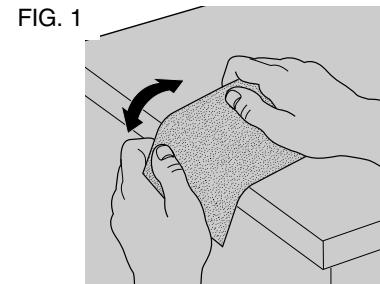

FIG. 1
- Soften the stiff sandpaper by pulling it over the 90° edge of a table or other straight edge, as shown in Figure 1. Concentrate on softening the edges to be clamped.
1. Ramollir le papier abrasif en le frottant contre un rebord à 90° d'une table ou de tout autre angle droit, comme l'illustre la figure 1, il faut surtout ramollir les côtés du papier à insérer dans les pinces de la ponceuse.